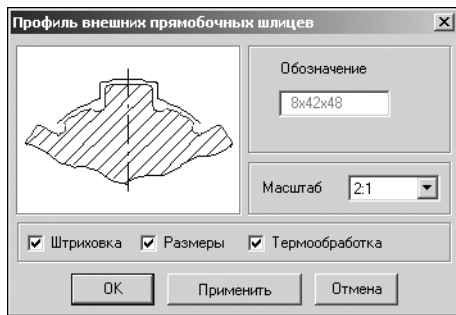

Рис. 4.18.
3. В раскрывшемся меню выберите строку **Профиль шлицев** и щелкните левой клавишей мыши. Откроется окно **Профиль внешних прямобоочных шлицев** (рис. 4.18).